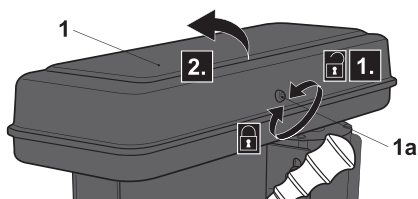

Fig. 16
- > Desaperte o parafuso de fixação (1a) e abra a coberta das engrenagens (1) (Fig. 16).